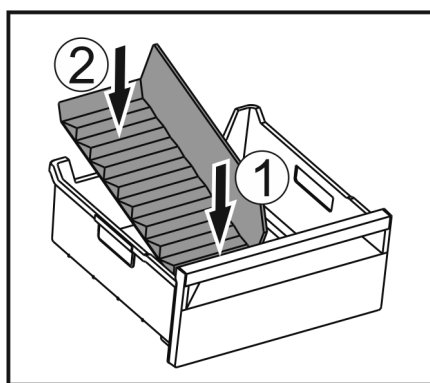

Fig. 115
- ▶ Sæt den forreste del af frostrumsadskilleren i. Fig. 115 (1)
- ▶ Sæt den bageste del af frostrumsadskilleren ned i skuffebunden. Fig. 115 (2)